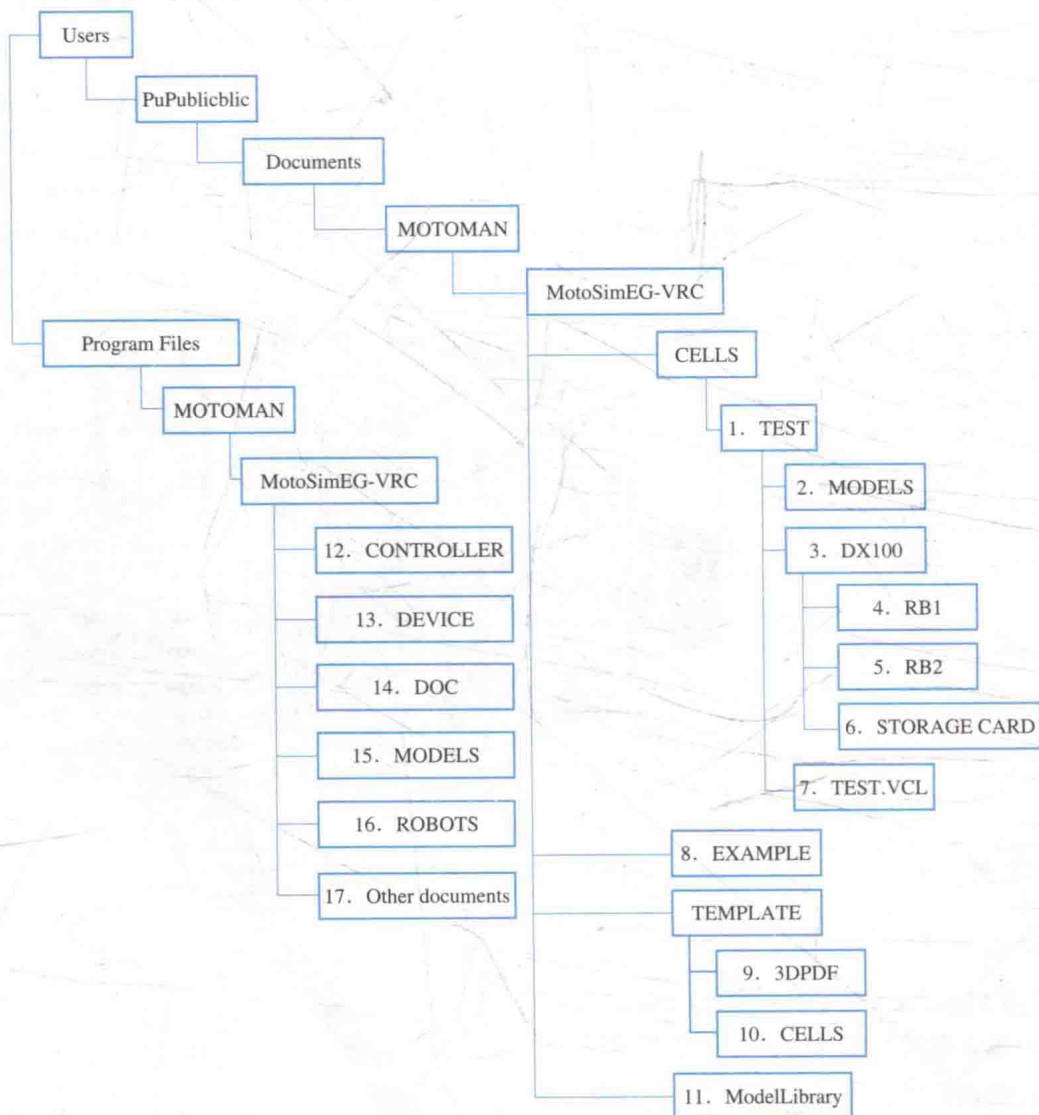

图 1-5
1. 文件夹分布如图 1-5 所示。版本不同可能会有小的差别。